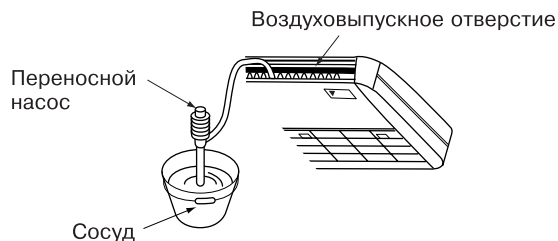

Рис. 25
(2) По окончании сборки трубопровода проконтролируйте равномерность дренажного потока.
- Для проверки дренажа влейте в дренажный поддон через воздуховыпускное отверстие примерно 0.6 литров воды. **(См. рис. 25)**